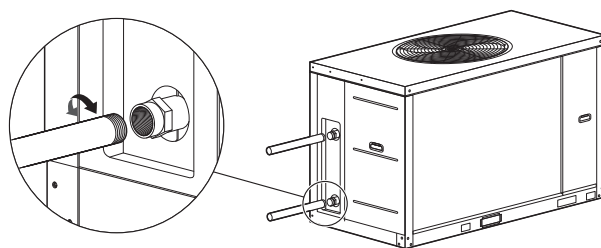

Fig.8-23 Modul de conectare al conductei la KEM-30 DRS4.1
h) Conductele de ocolire și supapele de ocolire prezentate în Fig 8-23 trebuie montate pentru schimbătorul de căldură, pentru a ușura curățarea sistemului exterior de trecere a apei înainte de reglarea unității. În timpul operațiilor de întreținere, trecerea apei la schimbătorul de căldură poate fi fără să afecteze celelalte schimbătoare de căldură.